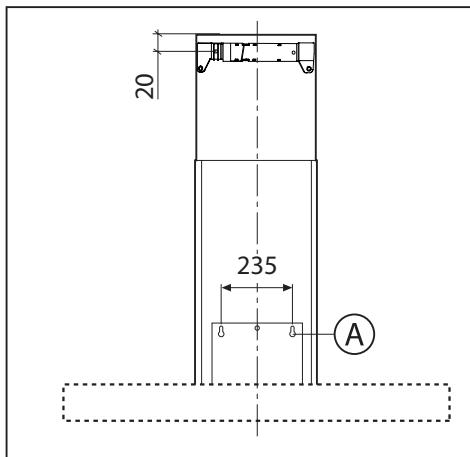

Fig.2
- Eseguire i fori **A** rispettando le quote indicate (Fig.2).
- Successivamente fissarla al muro in modo che sia in asse con la vostra cappa tramite le viti **A** (Fig.4) e rispettando la distanza dal soffitto indicata in Fig.2.